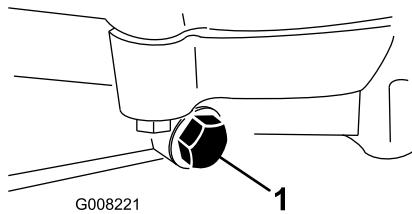

Figura 48
4. Coloque um recipiente por baixo do tampão de escoamento (Figura 48).